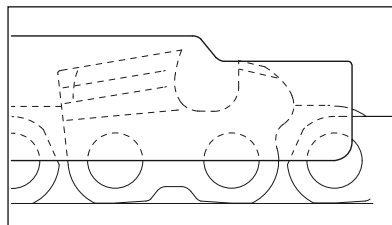

Рис. 82
- Наложите на пильную цепь опилочный шаблон – наивысшая точка ограничителя глубины должна находиться на одном уровне с опилочным шаблоном (рис. 82)